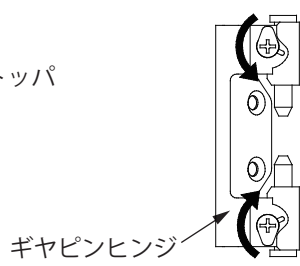

図 2 蝶番ピンの外し方
(2) 扉の開角度を約 90°に保ち、ギャピンヒンジのねじ部を矢印の方向にドライバーで回し、蝶番ピンのはめ合いを外します。(図 2)